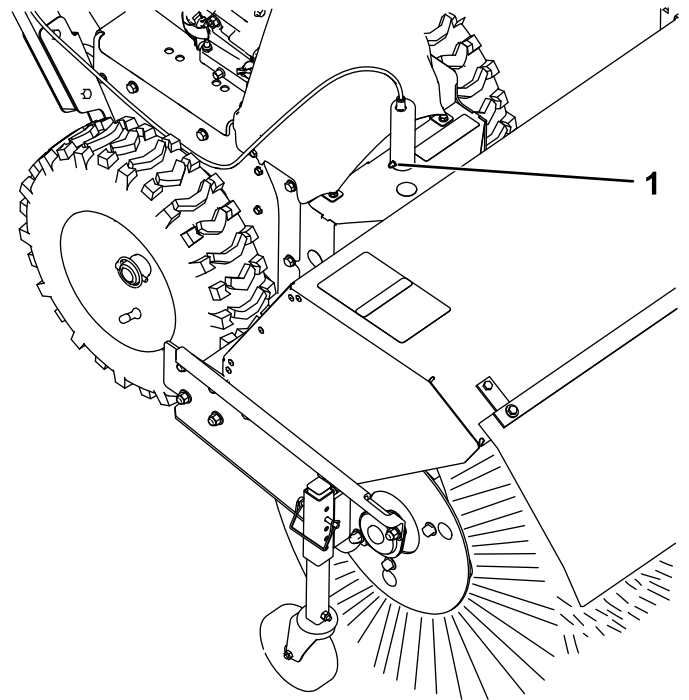

Figura 23
1. Lubrificate il raccordo del perno di bloccaggio dell'angolazione della spazzola con grasso al litio n. 2 (Figura 23).